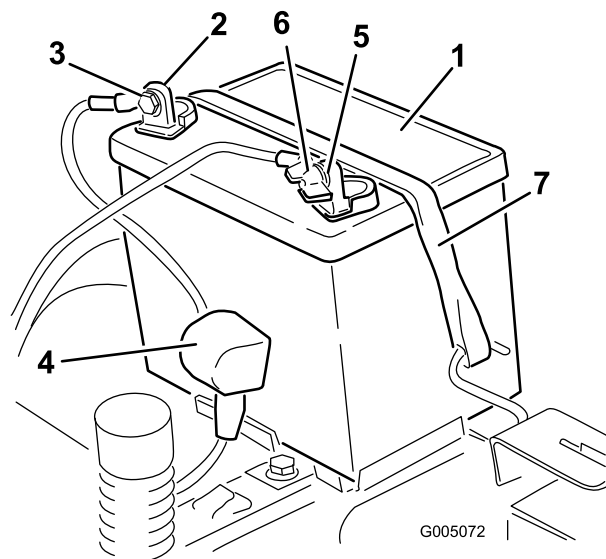

Figure 46
4. Débranchez le câble négatif (noir) de mise à la masse de la borne de la batterie (Figure 46). Conservez toutes les fixations.
5. Repoussez le capuchon en caoutchouc sur le câble positif (rouge). Débranchez le câble positif (rouge) de la borne de la batterie (Figure 46). Conservez toutes les fixations.
6. Enlevez la sangle de maintien de la batterie (Figure 46) et ôtez la batterie de son support.
1. Placez la batterie sur son support (Figure 46).
5. Fixez la batterie en place à l'aide de la sangle de maintien (Figure 46).